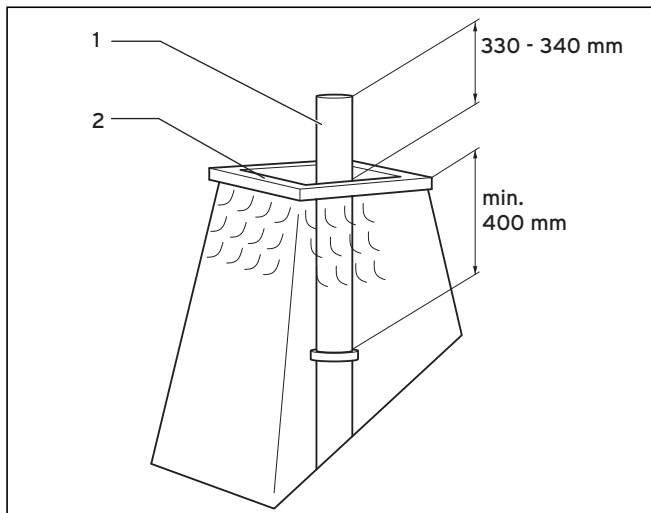

Рис. 5.69 Укорачивание трубы из нержавеющей стали
- Укоротите трубу из нержавеющей стали (1) согласно рис. 5.69.
- Загерметизируйте край устья (2) силиконом.